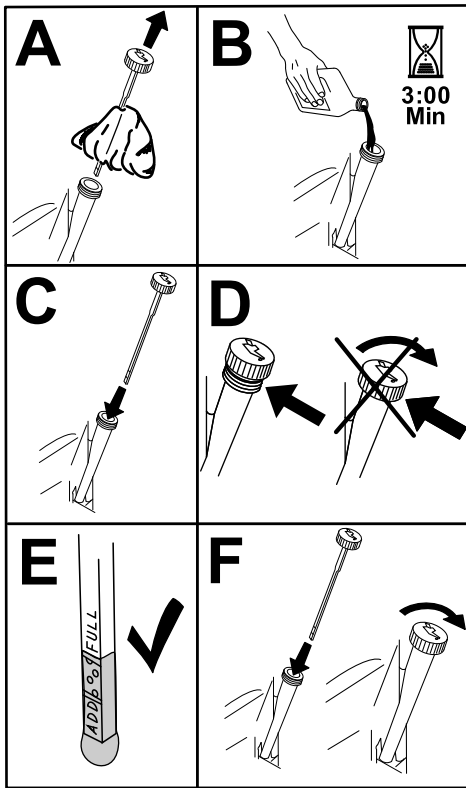

Figure 59
6. Versez lentement environ 80 % de l'huile spécifiée dans le tube de remplissage, puis faites l'appoint lentement jusqu'à ce que le niveau atteigne le repère maximum (Full) (Figure 59).